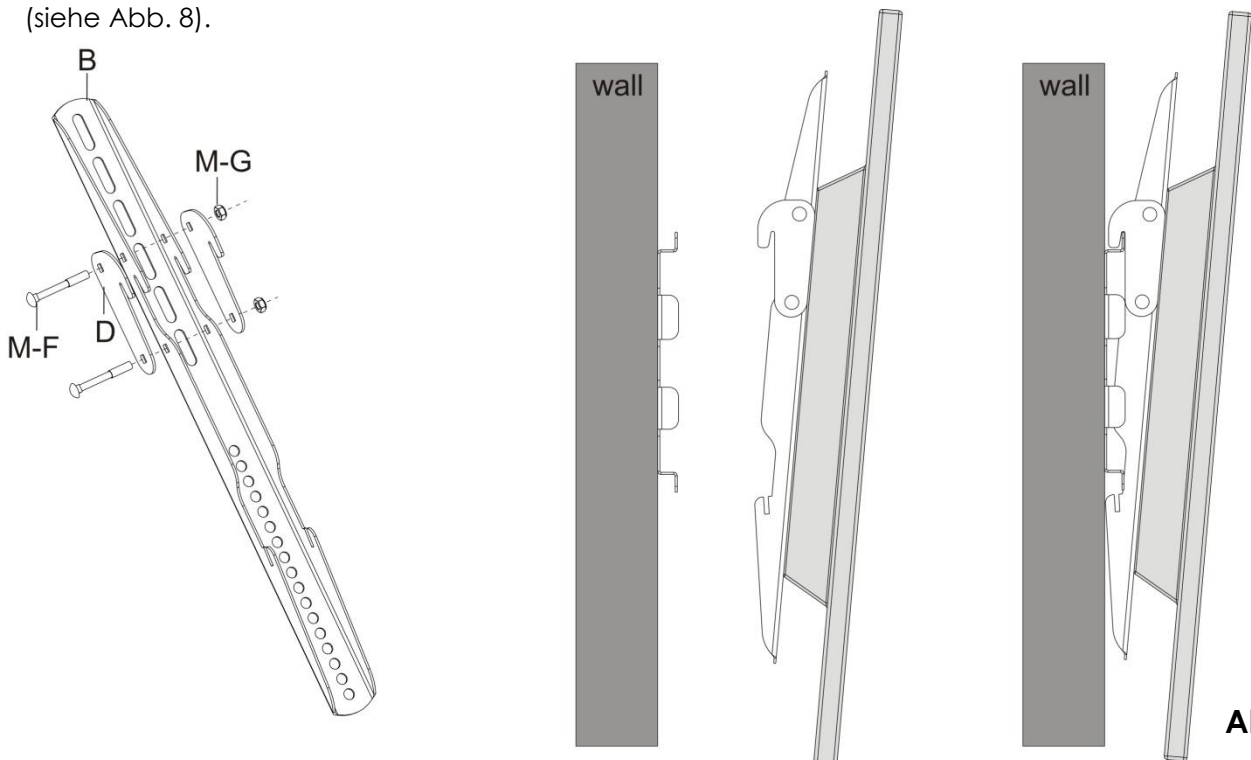

Abb. 8
- Bringen Sie das Neigeteil (D) mit den M6-Schrauben (M-F) und den M6-Muttern (M-G) an den TV-Schienen an (siehe Abb. 8).
- Wenn die Wandhalterung sicher an der Wand angebracht ist, heben Sie den Fernseher vorsichtig (2 Personen) hoch und hängen Sie die oberen Haken der TV-Schienen über die Schiene der Wandplatte (siehe Abb. 8).